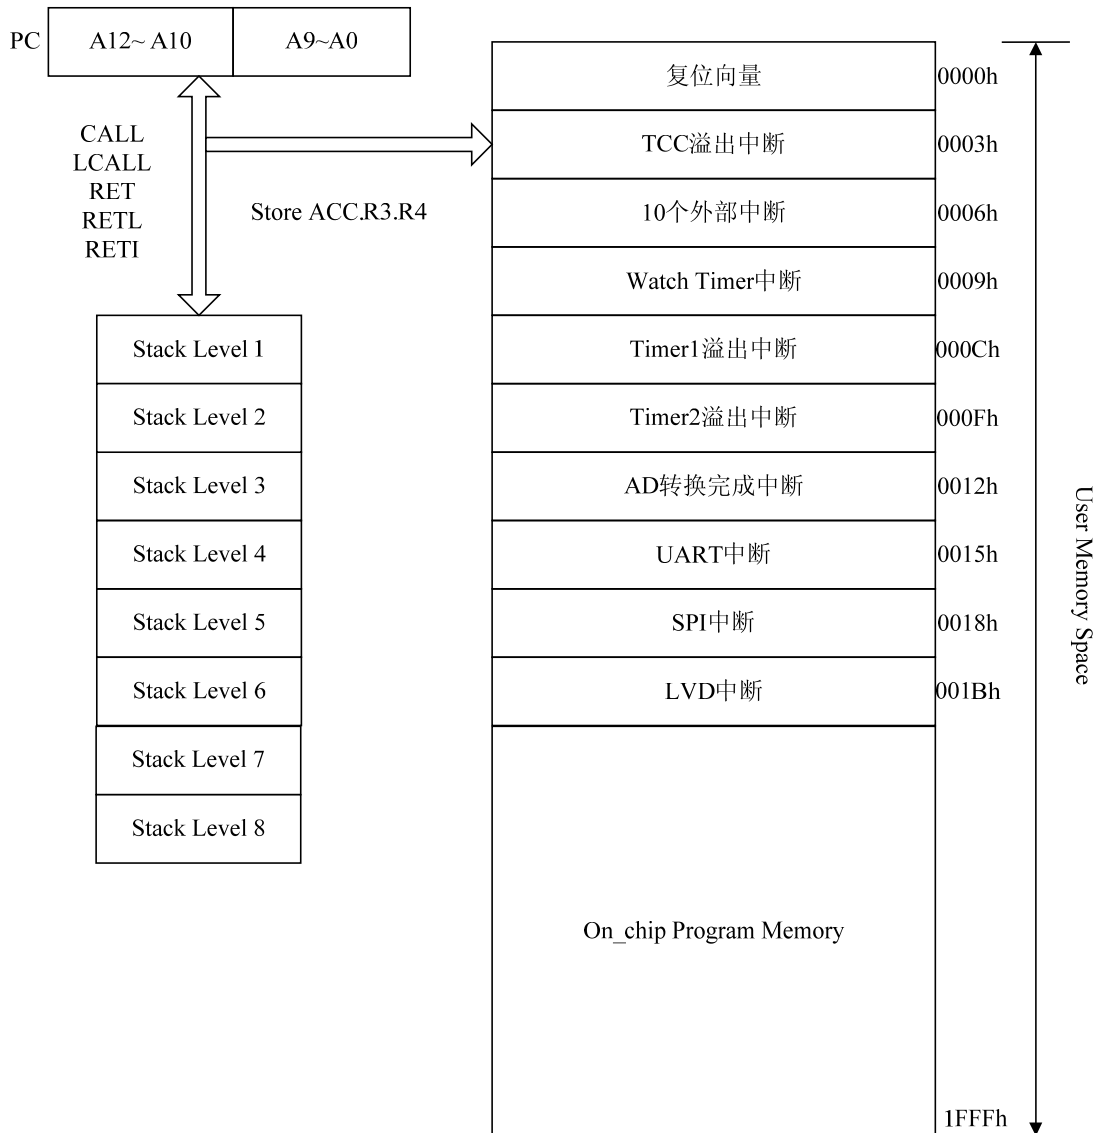

图 4.2 程序计数器与堆栈结构图
(1) 内置 8 级堆栈是 13 位元宽，用于 8K*16bit ROM 的寻址，具体结构见图 4.2: